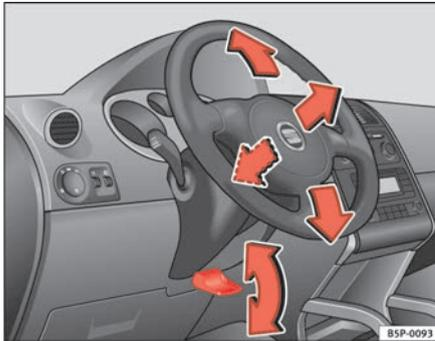

Abb. 134 Lenkradposition einstellen
- Schwenken Sie den Hebel \Rightarrow Abb. 134 unter der Lenksäule nach unten \Rightarrow ⚠.